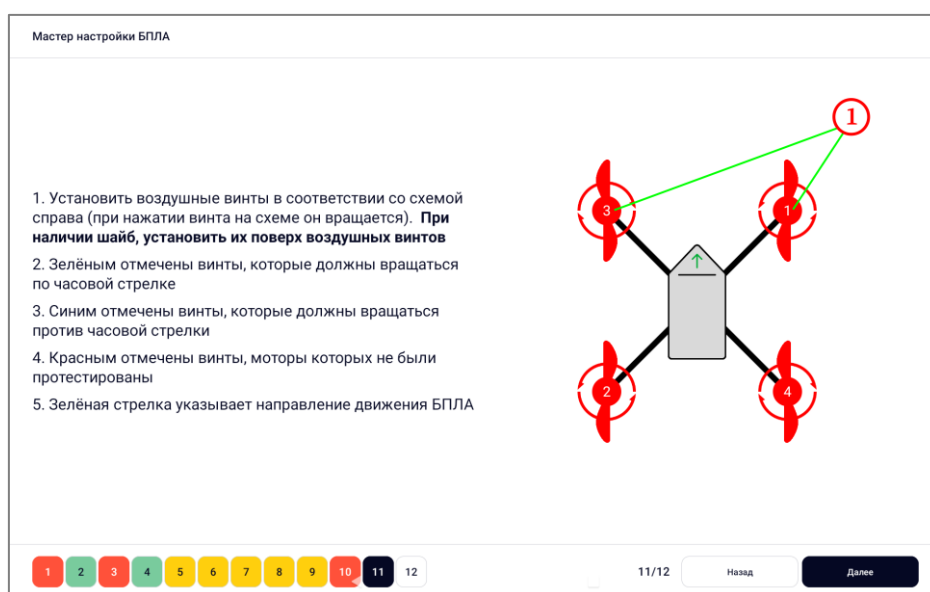

Рисунок 22
- на экране шага 11 поочередно нажать на порядковый номер каждого винта (рисунок 22, шаг 1);